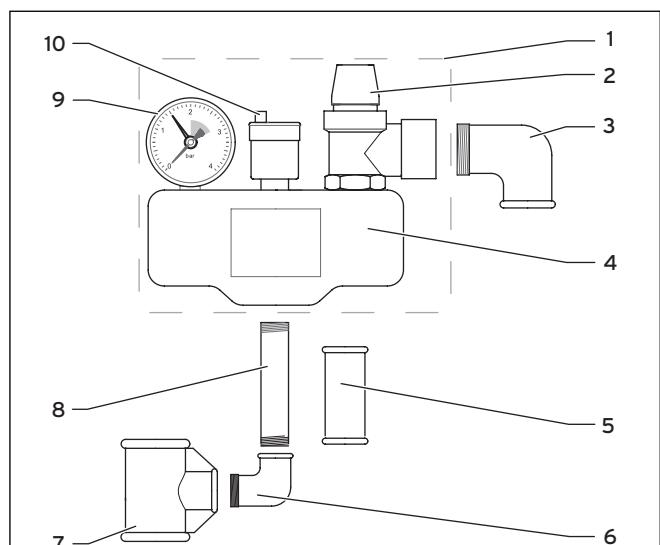

Abb. 3.1 Sicherheitsgruppe
- Überprüfen Sie den Lieferumfang anhand Abb. 3.1 und Tab. 3.1 auf Vollständigkeit.
- Überprüfen Sie jährlich und bei jeder Inbetriebnahme die Funktionsfähigkeit des Sicherheitsventils (**2**, Abb. 3.1)